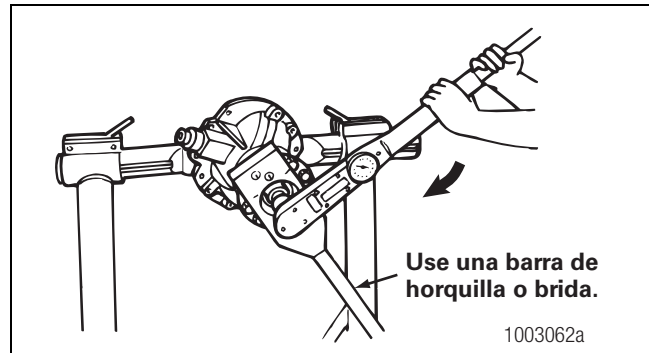

Figura 5.34
7. Coloque la tuerca y la arandela, si se requiere, del piñón de mando sobre el eje impulsor del piñón y contra el collar de la horquilla. Apriete la tuerca contra el collar de la horquilla según las especificaciones de torsión. Figura 5.34. Consulte la Sección 8.